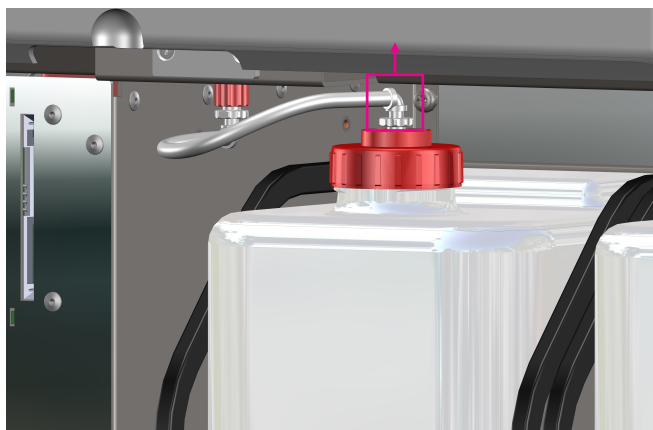

Figura 56
4. Desligue o conector LUER da tampa de enroscar do frasco de resíduos (Figura 56).